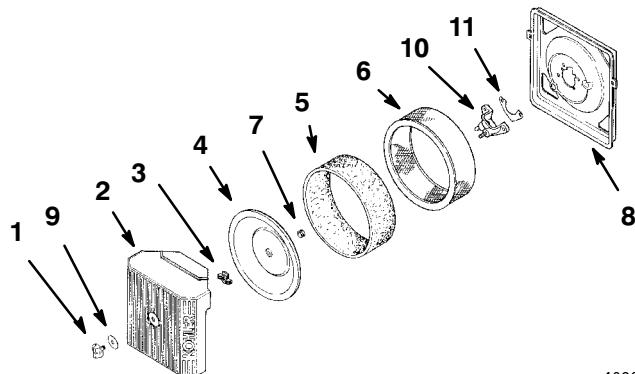

Bild 17
- Reinigen Sie den Bereich um den Luftfilter herum, um zu verhindern, dass Schmutz in den Motor fällt und Schäden verursacht. Schrauben Sie die Verschluss-schraube los und entfernen den Luftfilterdeckel (Bild 17).
- Schieben Sie den Schaumstoffeinsatz vorsichtig vom Papiereinsatz herunter (Bild 17).
- Schrauben Sie die Deckelmutter los und entfernen den Deckel und den Papiereinsatz (Bild 17).
1. Schieben Sie das Schaumelement vorsichtig auf den Papiereinsatz (Bild 17).
2. Schieben Sie die Luftfiltergruppe mit dem Deckel auf die lange Stange. Drehen Sie die Deckelmutter jetzt mit der Hand gegen den Deckel (Bild 17).
3. Bringen Sie den Luftfilterdeckel an (Bild 17).